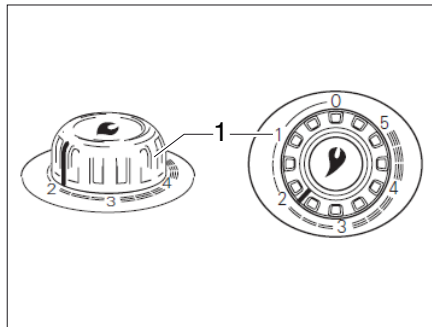

Fig. 102 Bouton tournant du chauffage à air chaud
- Régler le bouton tournant du chauffage (Fig. 102,1) sur la position voulue et l'enfoncer à fond.
- Mettre le bouton tournant du chauffage (Fig. 102,1) sur "0". L'allumage automatique est mis hors service en même temps.
- ▷ Vous trouverez des informations complémentaires dans le mode d'emploi séparé "Truma S 3004 (P) / S 5004".